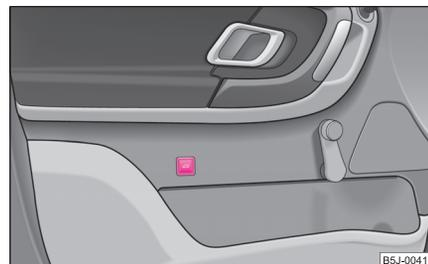

Abb. 24 Gepäckraumklappe entriegeln
**Bei Fahrzeugen ohne Zentralverriegelung** entriegeln Sie die Gepäckraumklappe durch Drücken der Taste an der Fahrertür ⇒ Abb. 24.